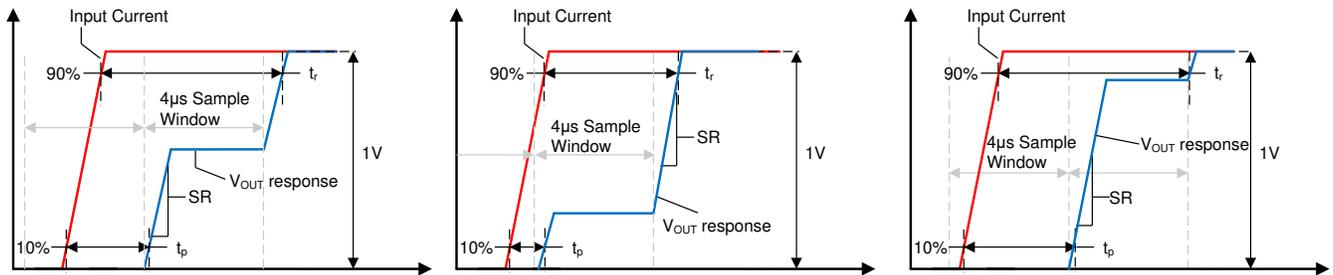

图 8-3. 小电流输入阶跃瞬态响应
压摆率 (SR) 定义为单个积分阶跃输出转换的 V_{OUT} 变化率, 如图 8-3 所示。该器件通常需要两个采样窗口才能达到其最终值的 90% 完全稳定, 因此该压摆率不等于完全输出摆幅的 10%-90% 转换时间。
传播延迟是输入电流波形达到其最终值的 10% 和 V_{OUT} 达到其最终值的 10% 之间的时长。该传播延迟在很大程度上取决于输入电流阶跃的对齐情况和 TMCS1108 的采样周期, 如图 8-3 中几种不同采样窗口的情况所示。
响应时间是输入电流达到其最终值的 90% 和输出达到其最终值的 90% 之间的时长, 这使输入电流阶跃足以在输出上引起 1V 转换。图 8-3 展示了 TMCS1108 在三种不同时间情形下的响应时间。除非在一个采样窗口开始时直接出现阶跃输入, 否则响应时间将包括两个采样间隔。